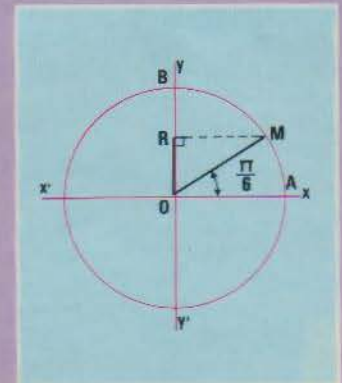

Fig. A4. - $\alpha = \frac{\pi}{6}$
• $\alpha = \pi/3$. Le triangle OAM est équilatéral et OR est sa hauteur (fig. A4).